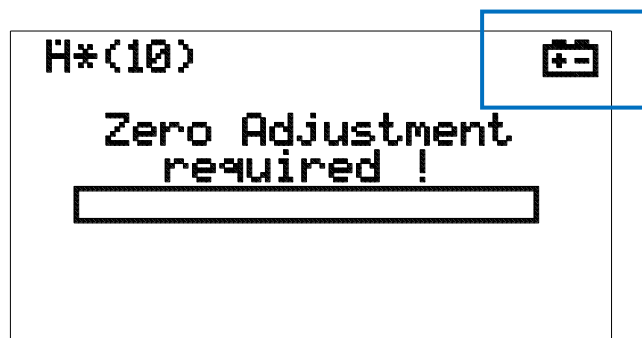

Abb. 19) Anzeige zu geringe Batteriespannung.
- Das blinkende Batteriesymbol in der LCD-Anzeige (siehe Abb. 19) zeigt an, dass die Batterien entladen sind und gewechselt werden müssen. In diesem Fall sind auch die unter diesen Bedingungen ermittelte Messwerte zu verwerfen.